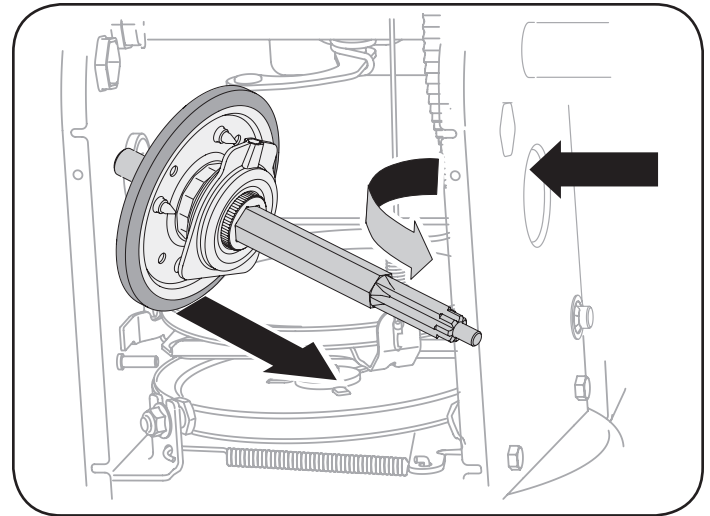

Figura 74
7. Con cuidado, ubique el eje hexagonal hacia abajo y hacia la izquierda antes de deslizar con precaución el montaje de la rueda de fricción fuera del eje. Vea la Figura 74.